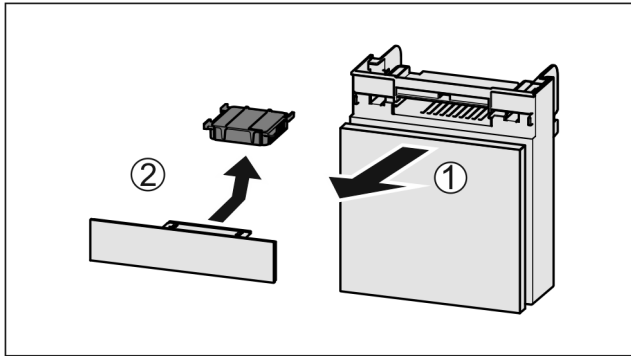

Fig. 93
- ▶ Вытянуть Fig. 93 (1) отделение движением вперед.
- ▶ Извлечение Fig. 93 (2) фильтра с активированным углем.